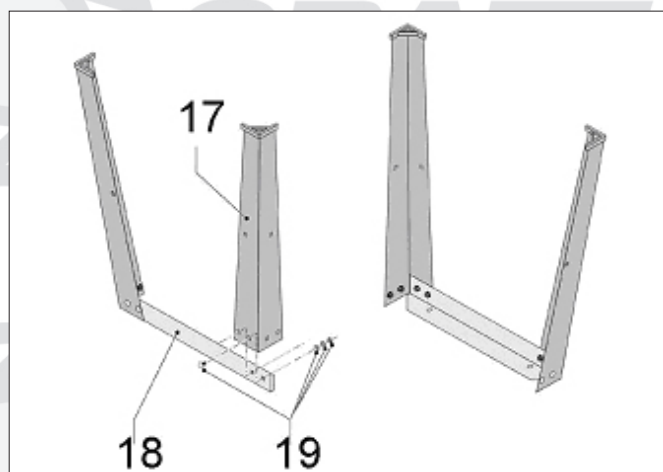

Fig. 1
Ställ ett ben (17) på golvet med foten uppåt och lägg ett kort tvärstag i benets invändiga hörn så att skruvhålen kommer mitt för varandra. Skruva samman delarna med skruvar, fjäderbrickor och muttrar (19) men dra ej åt för hårt. Upprepa proceduren med övriga ben enligt vad som visas i Fig. 1 så att du får 2 benpar där de bägge benen i vart och ett av dem är sammankopplade med ett kort tvärstag.